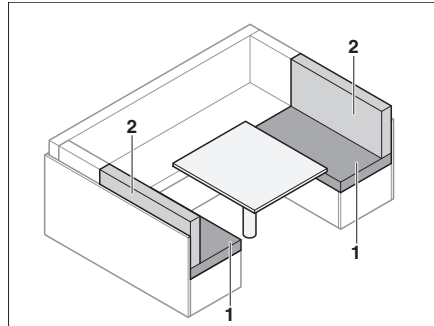

Fig. 75 Antes de la transformación
- Quitar el cojín del respaldo (Fig. 75,2).